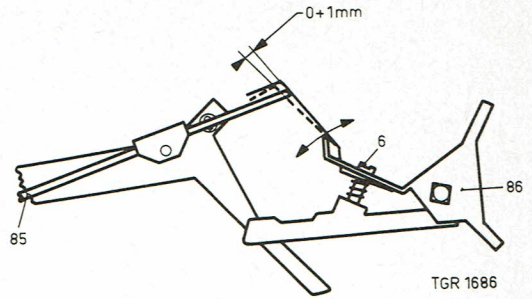

Fig. 3
Als de p.u. arm pos. 68 in de p.u. armsteun pos. 66 ligt moet de draadveer aan beugel pos. 86 door de stang pos. 85 1 mm worden teruggedrukt zie fig. 3.
Met lip aan beugel pos. 86 zie fig. 3.